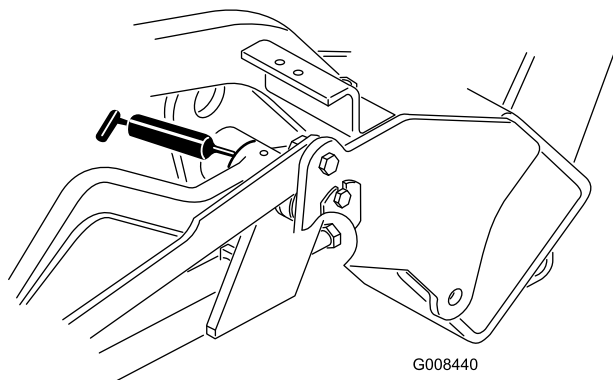

Figure 34
- Bras de relevage (3) (Figure 34).